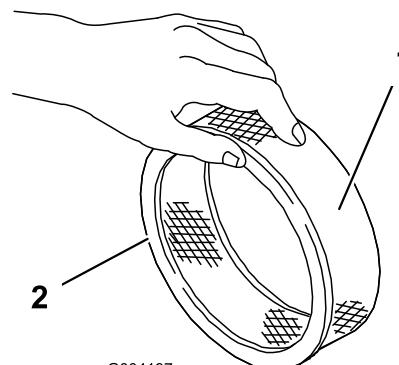

Figura 19
5. Inspeccione el elemento de papel por si estuviera roto, tuviera una película aceitosa o la junta de goma estuviera dañada (Figura 19).
1. Deslice cuidadosamente el prefiltrado de gomaespuma sobre el elemento de papel (Figura 19).